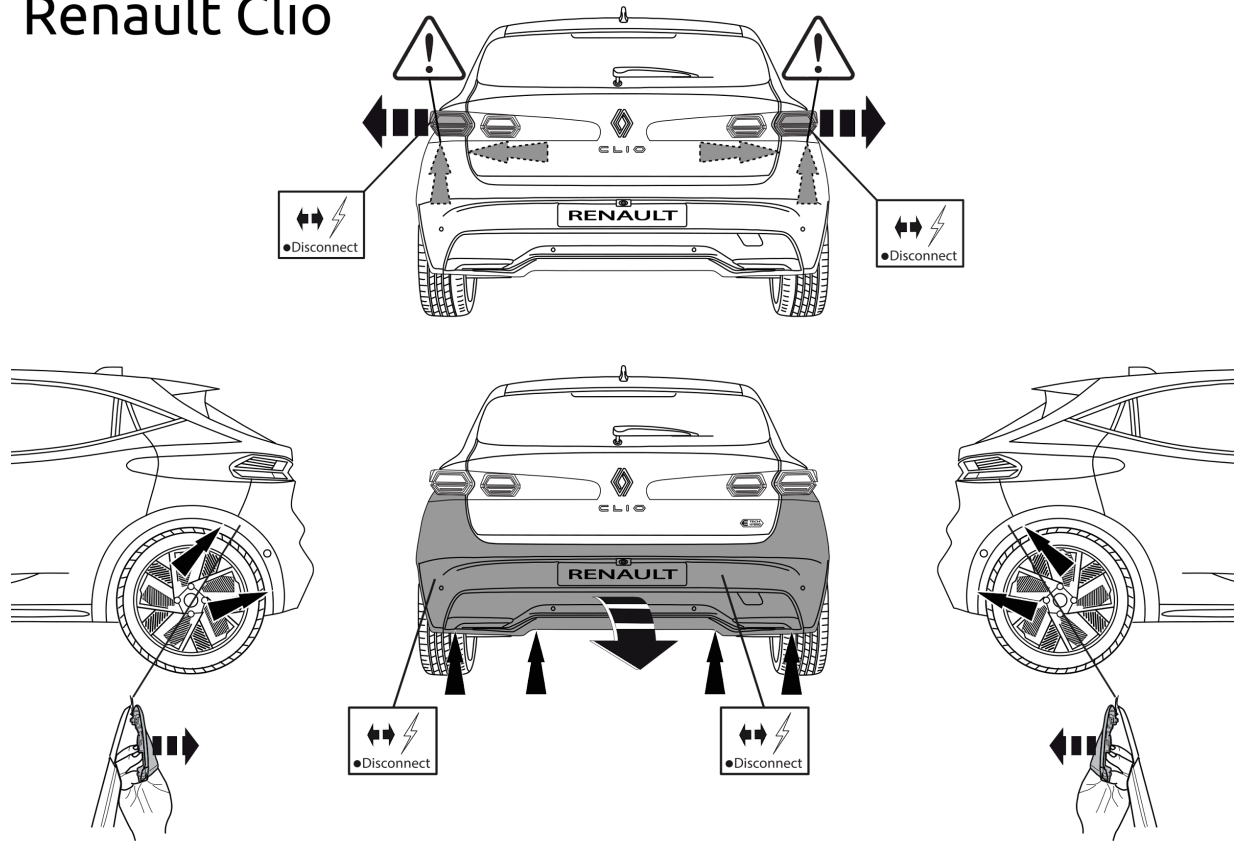

Fig. 2
2. Renault Clio: Снять задние фары и бампер. Снять арматуру бампера. См. рисунок 2 & 5.